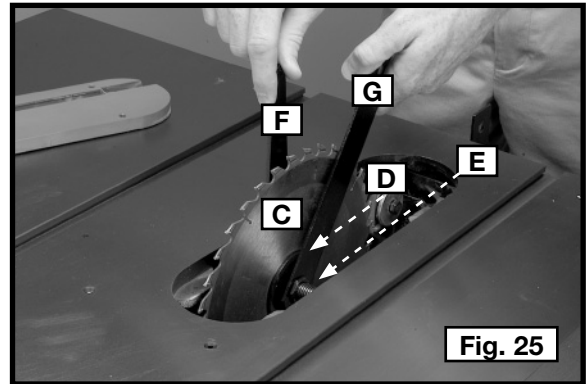

Fig. 25
1. Relever l'arbre de la lame de la scie à sa hauteur maximale. Assembler la lame (C) fig. 25, à l'arbre de la scie, dents pointant vers le bas et l'avant de la table (fig. 25). Enfiler la bride (D) et l'écrou de l'arbre (E) sur l'arbre de la scie. Serrer l'écrou de l'arbre (E) à la main avec la lame de la scie contre la bride interne de la lame.
2. Placer la clé à fourche (F) fig. 25, sur le méplats de l'arbre de la scie et serrer l'écrou de l'arbre (E) avec l'autre clé (G). Tourner l'écrou de l'arbre en sens horaire.